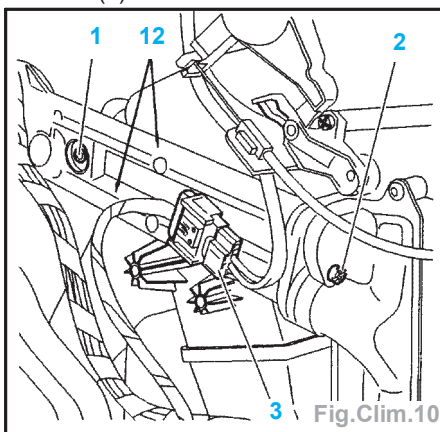

Fig.Clim.10
- Déposer (Fig.Clim.10) :
- la vis (1),
- la vis (2).
- Pincer les durits (10) et (11).
- Déposer la vis (9).
- Ecarter la plaque de maintien (8).
- Déposer la vis (7) (fixation groupe chauffage).
**Nota :** Désaccoupler délicatement les tuyaux (12) de l'aérotherme (Fig.Clim.10).